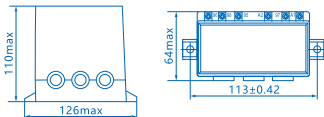

图1 额定工作电流为80A以下的保护器外形及安装尺寸
**5.1** 额定工作电流为80A以下的保护器外形及安装尺寸：见图1；产品重量约为0.37kg